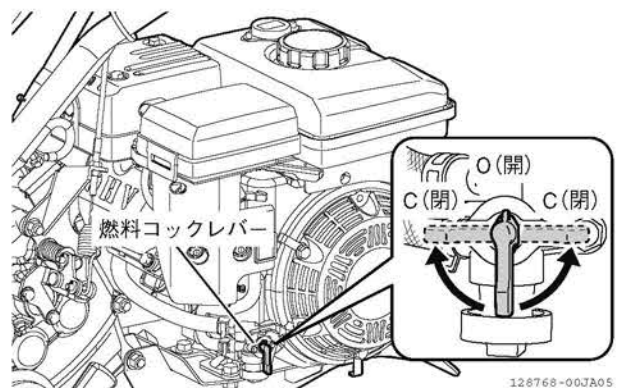

図 2-37 燃料コックレバー
6. 燃料コックレバーを「C (閉)」位置にします。(図 2-37)